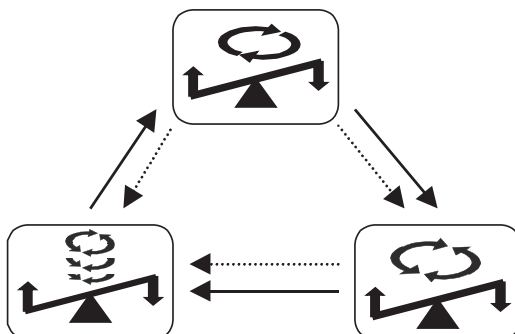

Рис. 1. Инновационный цикл перемешивания
- все три в одном цикле (рис. 1).